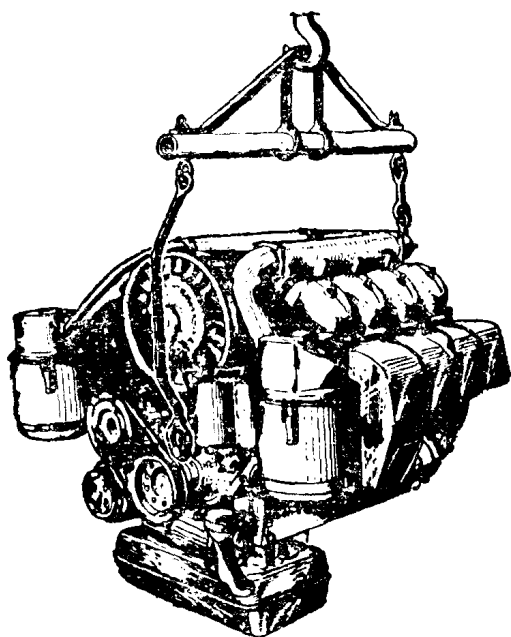

图1 用吊具吊起发动机总成
15. 用专用吊具把曲轴箱前端传动齿轮室盖上的菌形悬置螺栓和正时齿轮室盖上的吊环钩住，慢慢起升拉紧钢丝绳，把发动机吊住，如图1所示。再周密检查一次，只有在发动机总成与底盘没有任何连接之后，才能用起重机或滑轮组渐渐吊起发